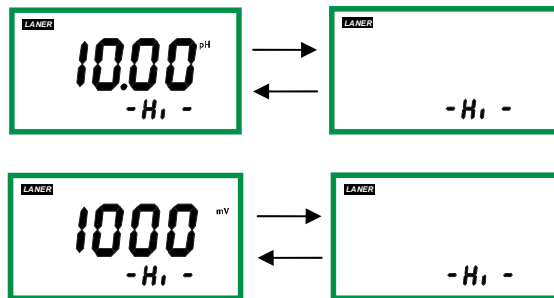

图 7-7
1、仪表在测量状态时按下 REL 键，仪表的高点控制数值将跳闪，显示如图 7-7 所示：